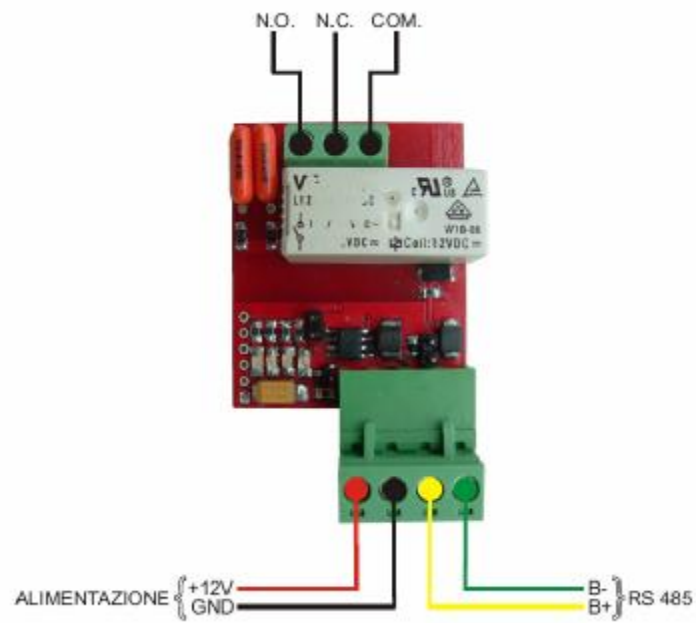

Fig.1: schema collegamenti
- § Fase 3: inserimento e collegamento delle schede all'interno dell'impianto. La scheda deve essere collegata secondo lo schema in fig.1 a pagina seguente.